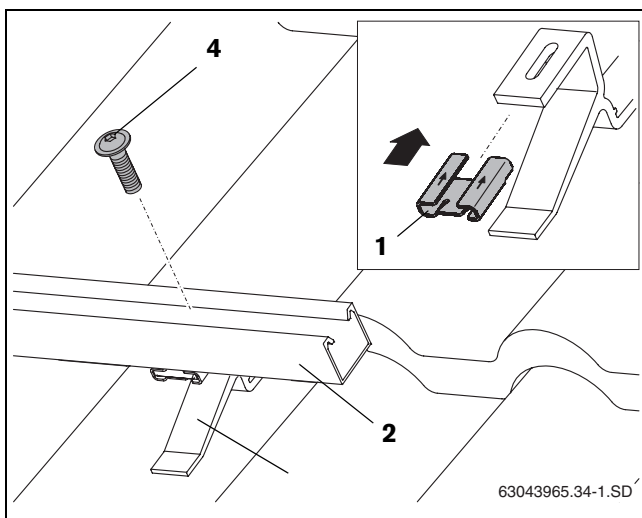

Fig. 28 Fijación de los perfiles guía a los ganchos de tejado
- ▶ Desplace la tuerca deslizante (Fig. 28, [1]) sobre el gancho de tejado siguiendo el sentido de la flecha.
- ▶ Coloque los perfiles guía inferiores (Fig. 28, [2]) sobre los ganchos de tejado y apriete ligeramente el tornillo M8 (Fig. 28, [3]) para poder nivelar los perfiles guía.